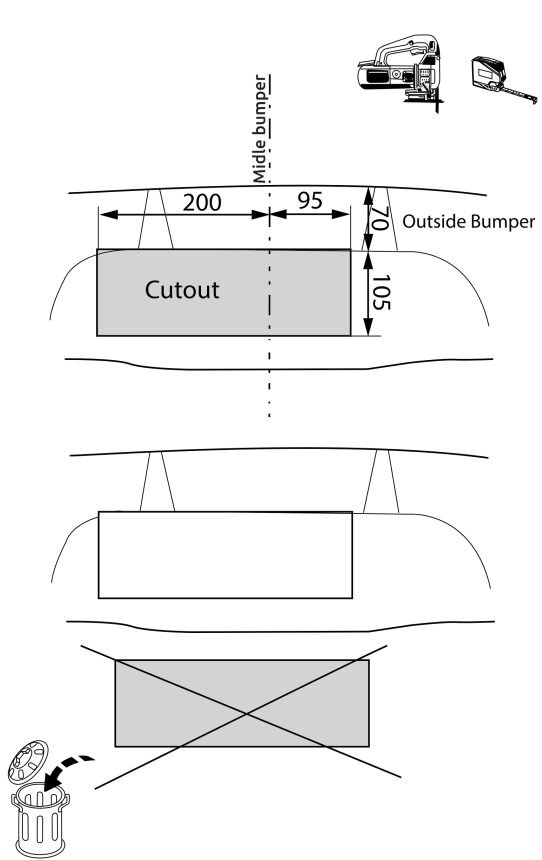

Fig. 2
5. Внимание! При необходимости: Выпилить обозначенные части, как указано на рис. 2.